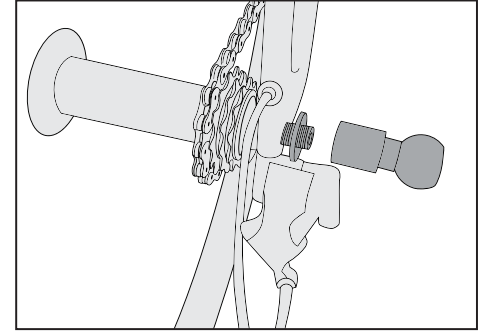

Figure 7
1. Slide 2 mm aluminum washer over protruding axle threads (Figure 7).
2. Thread the drive side mount onto the exposed axle threads. (Figure 7) If the Hitch does not tighten against the bicycle frame and washer, an additional spacer will need to be inserted.
1. Schieben Sie die Aluminium-Unterlegscheibe (2 mm) auf die vorstehenden Achsgewinde (Abbildung 7).
2. Schrauben Sie die antriebsseitige Befestigung auf die freiliegenden Achsgewinde. (Abbildung 7) Wenn sich die Kupplung nicht gegen den Fahrradrahmen und die Unterlegscheibe anziehen lässt, muss eine zusätzliche Distanzscheibe angebracht werden.
1. Enfilez une rondelle en aluminium de 2 mm d'épaisseur sur la partie saillante des filetages de l'axe traversant (Figure 7).
2. Vissez le support côté moteur sur les filetages exposés de l'axe. (Figure 7) Si l'attelage ne serre pas contre le cadre du vélo et la rondelle, vous devez ajouter une entretoise supplémentaire.